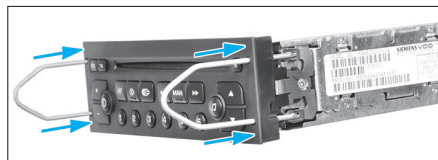

FIG. 28
- Extraire l'autoradio de son logement en introduisant dans les quatre perçages en façade, les deux épingles spécifiques qui vont permettre d'escamoter les pattes de fixation. Débrancher les connecteurs électriques ainsi que le câble d'antenne avant de déposer l'autoradio (Fig.28).